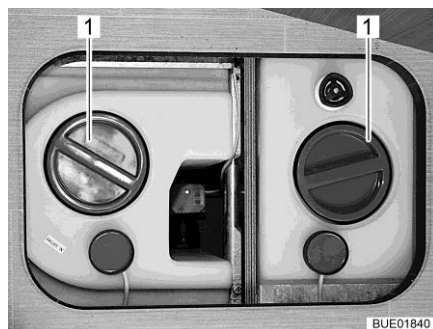

Fig. 212 Serbatoio dell'acqua con maniglia girevole
- Staccare il coperchio (Fig. 212,1) del serbatoio dell'acqua.